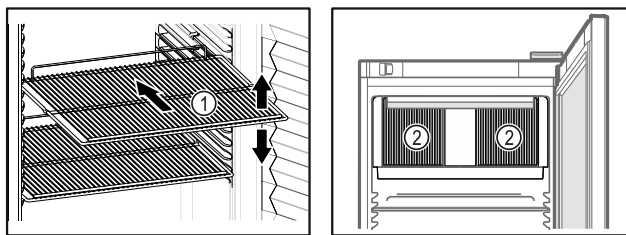

Fig. 71 Ilustrační zobrazení Fig. 72
- Pokud jsou odstavné rošty Fig. 71 (1) přemístitelné, přizpůsobte je vždy na danou výšku.